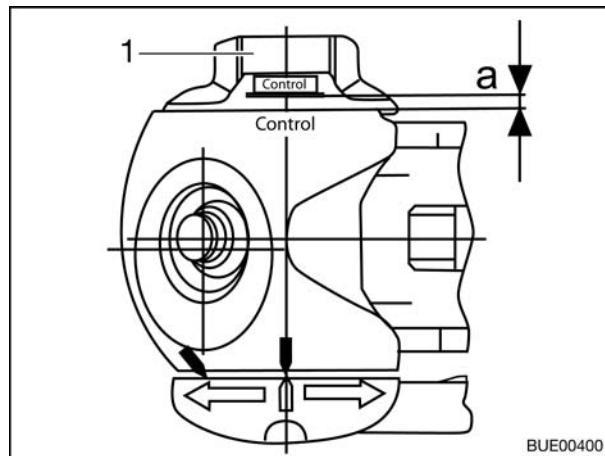

Fig. 96 Controllo usura
- Girare completamente la manovella (Fig. 96,1) finché non si sente la limitazione delle coppia grattare in modo percepibile. Direzione di rotazione: in senso orario.
- Distanza  $a > 0$  (Fig. 96):